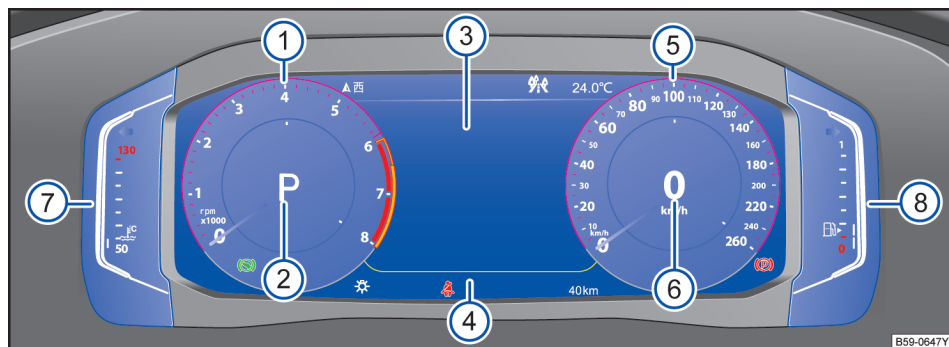

图 16 仪表板中的信息显示系统
关于数字组合仪表的解释 → 图 16
视汽车装备而定，在显示屏→图 16 ④中可以显示不同的信息：